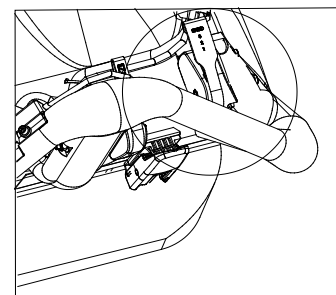

Figura 14
1. Mova a alavanca de câmbio (lado direito) para a posição correta (1, 2 ou 3) para a engrenagem desejada. (Consulte a Figura. 14)